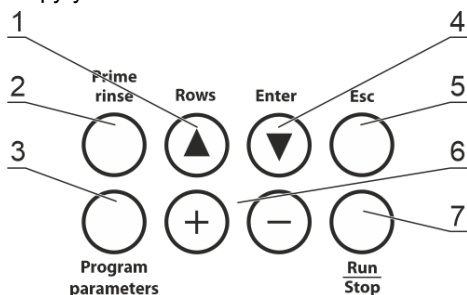
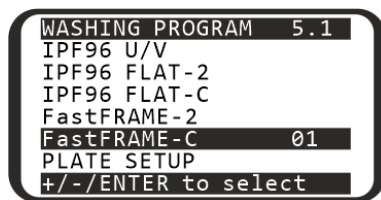
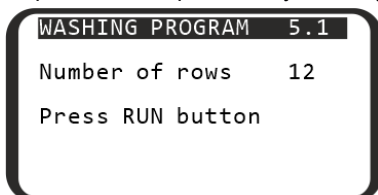
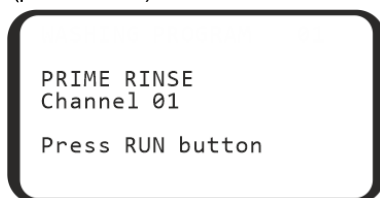

Рисунок 8. Кнопки на панели управления
Рисунок 9. Выбор программы
Рисунок 11. Выбор рядов
Рисунок 15. Промывка трубок. Выбор канала.
- Для выбора строки, используйте кнопку **Enter** ▼ (рис. 8/4). Выбор идёт по кругу.
- Для изменения значения строки, используйте кнопки **+** и **-** (рис. 8/6)
5.6.2 На рисунке 9 пользователь выбрал первую программу (01) пятой категории (FastFRAME). В правом верхнем углу отображается выбор (5.1).
5.7.2 Чтобы просмотреть и изменить параметры выбранной программы, нажмите кнопку **Program parameters** (рис. 8/3).
- Для выхода без сохранения изменений, нажмите кнопку **Esc** (рис. 8/5)
5.8.1 По умолчанию, прибор промывает все ряды планшета. Если требуется промыть меньше рядов, то перед запуском, из меню выбора программы (рисунок 9), нажмите кнопку **Rows ▲** (рис. 8/1). Дисплей покажет меню выбора рядов (рисунок 11). Кнопками **+** и **-** установите количество промываемых рядов. Для отмены и возврата к выбору программы, нажмите **Esc**. Для начала работы, смотрите следующий пункт.
5.8.2 Запустите программу нажатием кнопки **Run/Stop** (рис. 8/7). Программу можно запустить из меню выбора программы, выбора параметров программы или выбора рядов (рисунки 9, 10 или 11). Если требуется вернуться к выбору программы, нажмите **Esc**.
5.8.3 Если по программе используются два канала промывки (параметр **On two channels** установлен на **YES**), то после запуска нужно подтвердить номер бутылки для второй промывки (рис. 11). Кнопками **+** и **-** выберите номер бутылки, кнопкой **Run/Stop** начните программу.
6.2.3 Нажмите на кнопку **Prime Rinse** (рис. 8/2), на дисплее возникает надпись PRIME RINSE и выбранный канал Channel (от 1 до 3, рисунок 15). Кнопками + и - выберите канал, который присоединён к бутылки с водой. Номер канала можно найти на задней панели прибора (рис. 4/5–4/7).